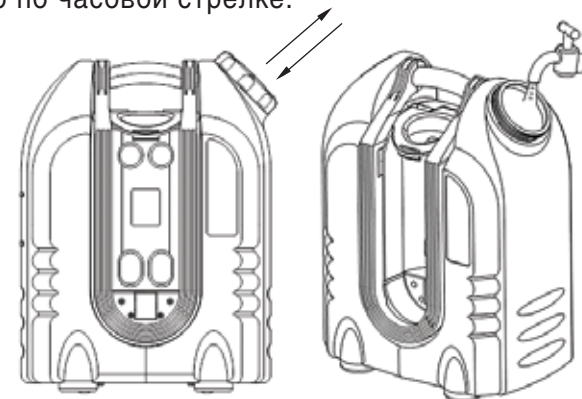

Рис.1
- Установите ёмкость на ровную поверхность, открутите крышку против часовой стрелки, затем наполните ёмкость чистой водой температурой от 10°C до 60°C (рис.1). Далее заверните крышку обратно по часовой стрелке.